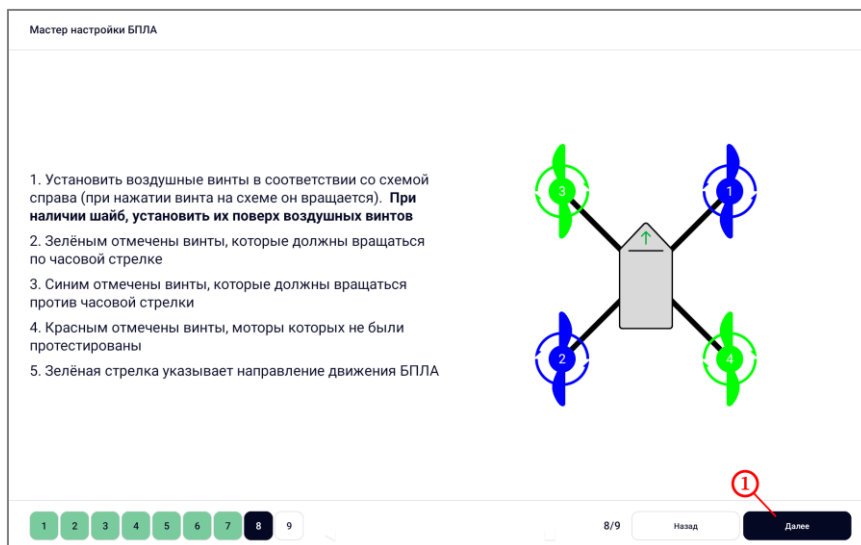

Рисунок 18 – Выполнение шага 8
- выполнить действия, указанные на экране (рисунок 18);
- нажать на кнопку «Далее» (рисунок 18, шаг 1).